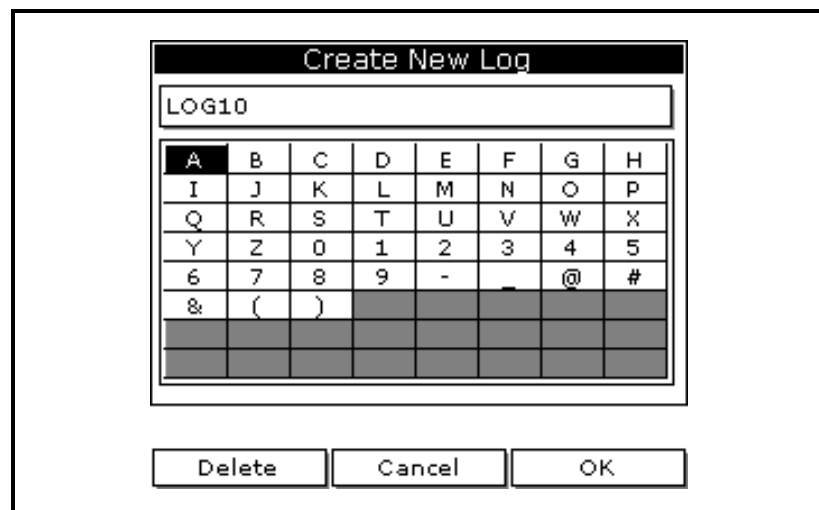

Figura 3-7: Configuración de New Log
3. Use la tecla de flecha para desplazarse a New Log y pulse [ENTER]. Aparece una pantalla similar a la Figura 3-7 a continuación.